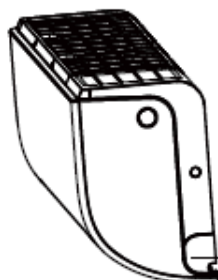

Fig. 3.3
2. Dacă orificiul din perete se află în spatele unității, păstrați panoul de îndepărtat la locul său. Dacă orificiul din perete este pe partea laterală a unității interioare, îndepărtați panoul din partea laterală a unității (consultați Fig. 3.3). Acest lucru va crea o fantă prin care conducta poate ieși din unitate. Utilizați clești cu vârf ascuțit dacă panoul din plastic este dificil de îndepărtat cu mâna.